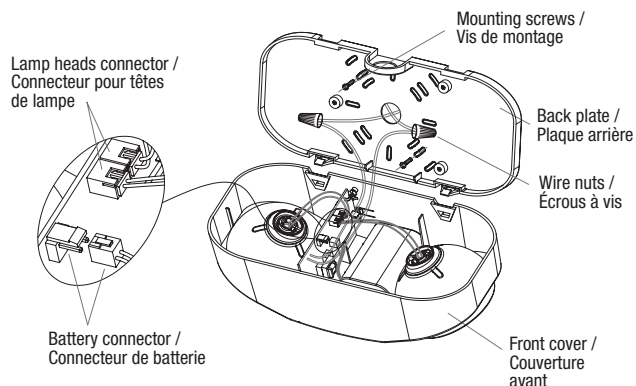

Figure 2
WALL MOUNT-BACK POWER FEED (SEE FIG 2)
6. Connect battery connector. (see Fig 2).
FIXATION MURALE - ALIMENTATION ARRIÈRE (VOIR FIG. 2)
6. Connectez le connecteur de la batterie (voir Fig. 2).